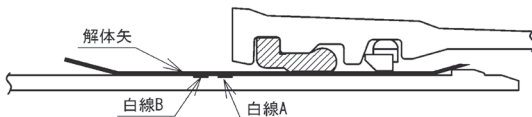
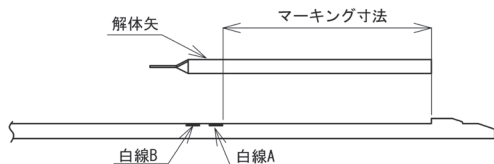

図95 解体矢の挿入が異常な状態
図96 解体矢のマーキング位置
(3) 図95のように①挿入量が足りない状態、②挿入し過ぎた状態では解体できない。解体矢には図96に示すようにマーキングし、マーキングが白線位置と一致するまで解体矢を打ち込み、図94の正常な状態となるようにする。